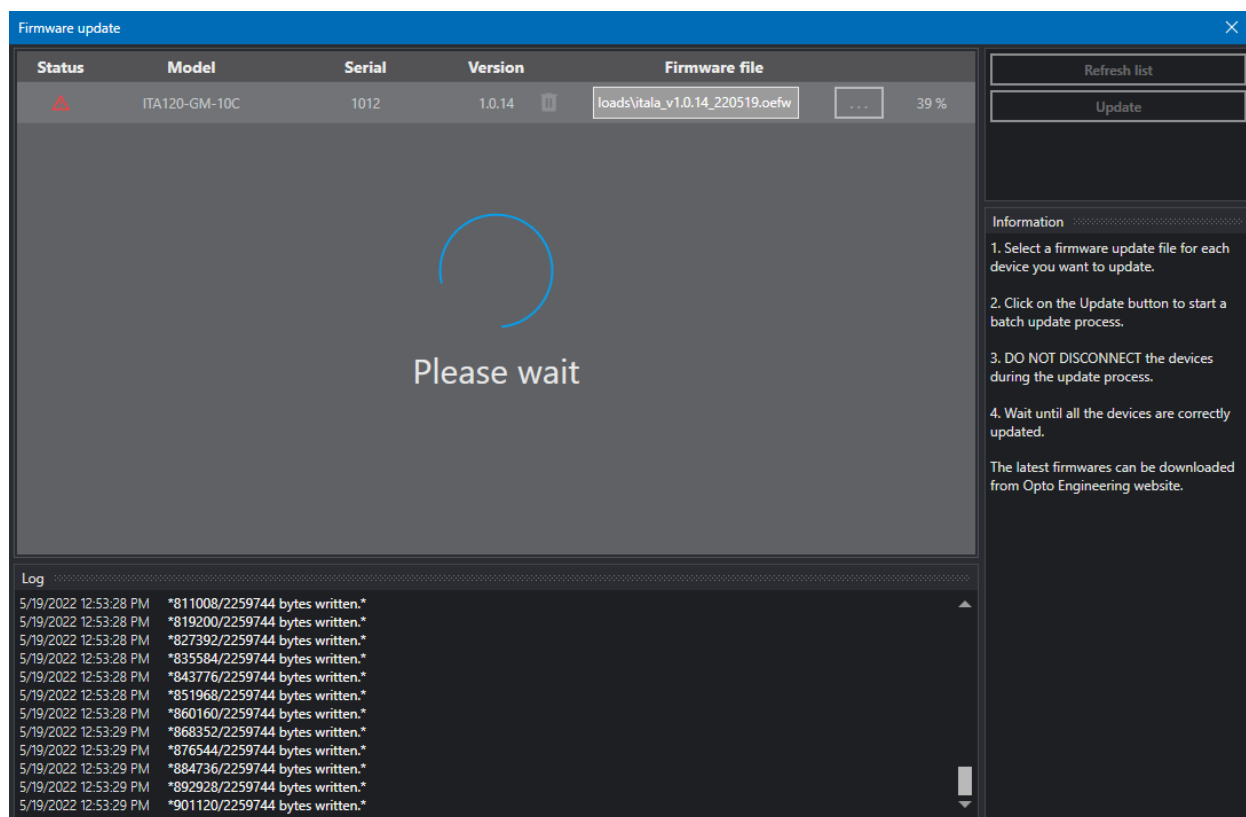

Figure 19: Aggiornamento FW in corso.
3. **Non scollegare o spegnere** i dispositivi durante il processo di aggiornamento (Fig. 19). Il lampeggio del LED segnala che la fotocamera sta scrivendo sulla memoria flash.